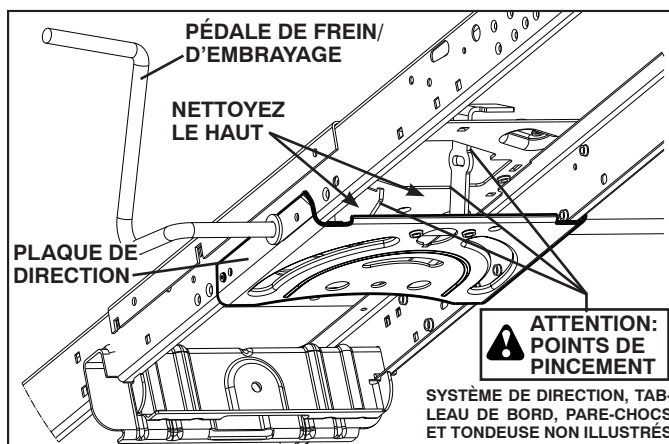

Fig. 21
**ATTENTION : Évitez les points de pincement et les pièces mobiles. (Voir la Fig. 21)**